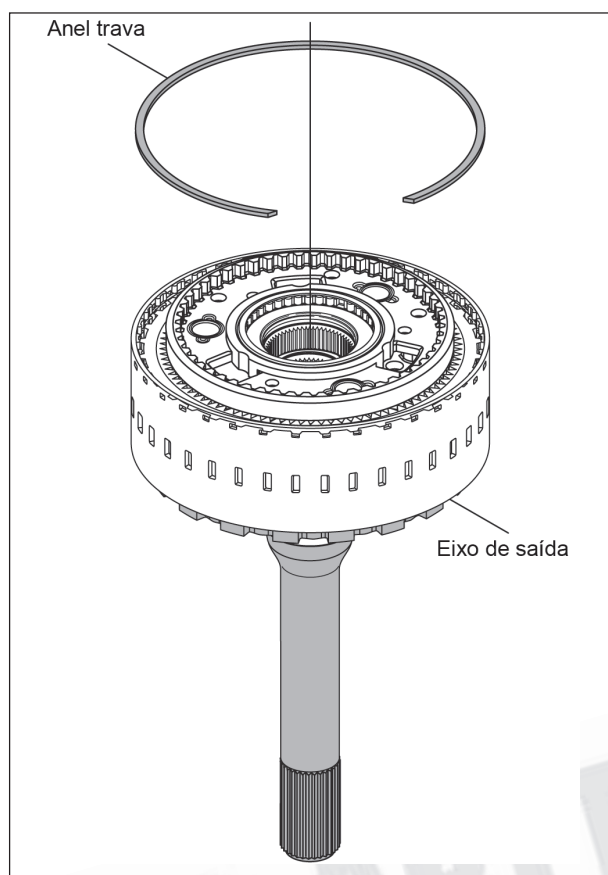

Figura 132
22. Gire o conjunto completado do carregador de saída e eixo de saída e instale o último anel trava, conforme mostra a figura 132.